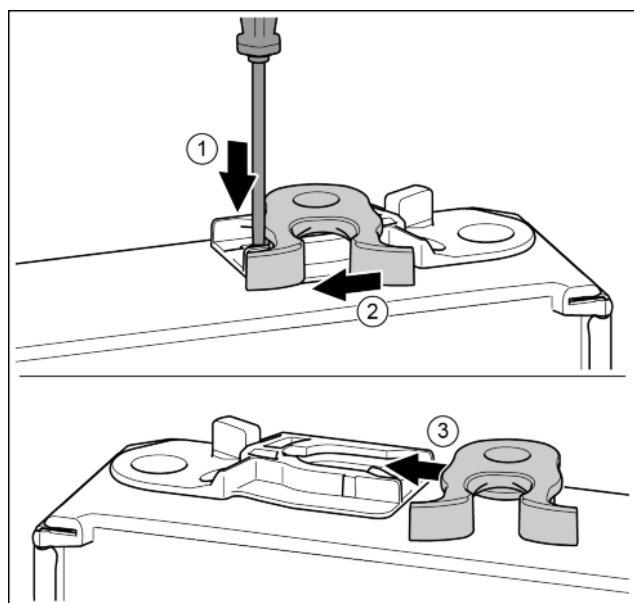

Fig. 17
- ▶ Nakładkę wcisnąć w dół przy pomocy śrubokręta. Fig. 17 (1)
- ▶ Hak zamykający wyjąć z prowadnicy. Fig. 17 (2)
- ▶ Hak zamykający wsunąć w prowadnicę znajdującą się z drugiej strony. Fig. 17 (3)